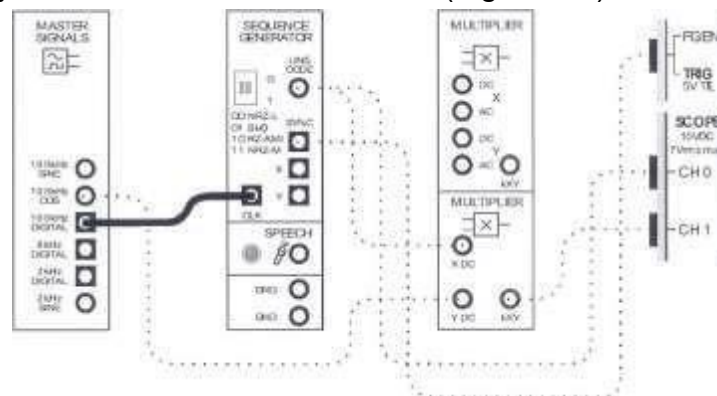

Figura 9.2
5. Cambiar el reloj a una señal 100KHz DIGITAL (Figura 9.2).